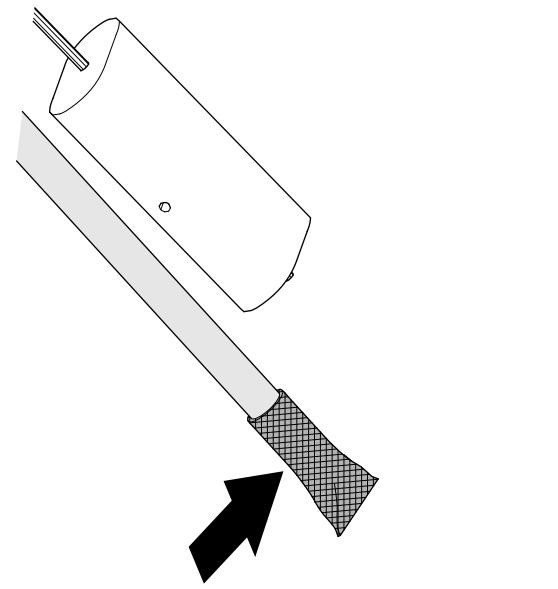

Bild 122
1. Reinigen Sie das Sieb am Ende des Kraftstoffzulaufschlauchs (Bild 122).